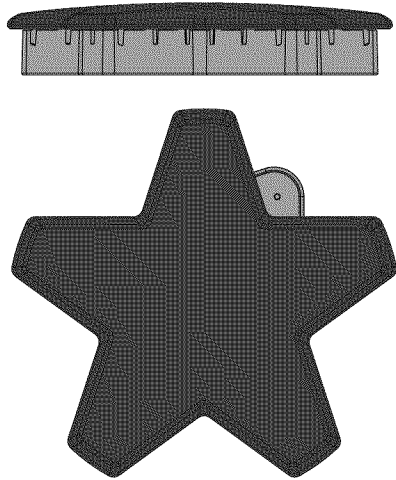

Figure 10 : Colocación correcta de las tapas de quemadores
- Usted puede tratar de mover las tapas de los quemadores suavemente de un lado a otro para verificar que las tapas están colocadas correctamente en sus bases. Cuando se coloca correctamente, cada tapa de quemador quedará asentada en forma plana sobre su base y cubrirá completamente la base del quemador en forma de estrella cuando se ve desde la parte superior como se muestra en la Ilustración 10: Colocación correcta de las tapas de quemadores.